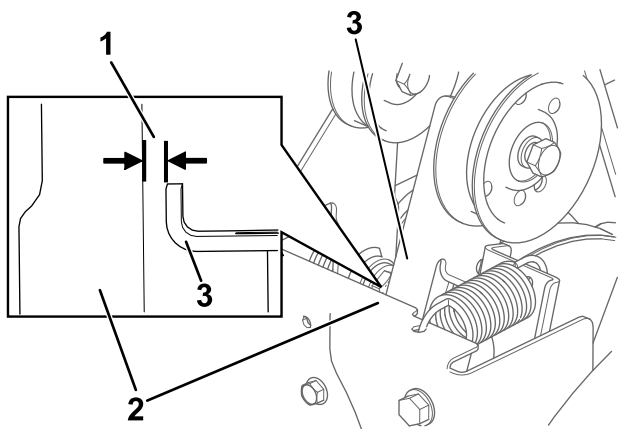

Figure 36
3. Lorsque le levier de commande de la vis sans fin/turbine est désengagé, vérifiez qu'un écart de 1,5 mm (1/16 po) existe entre le bras d'embrayage de la vis sans fin et le cadre de la machine, comme montré à la Figure 36.